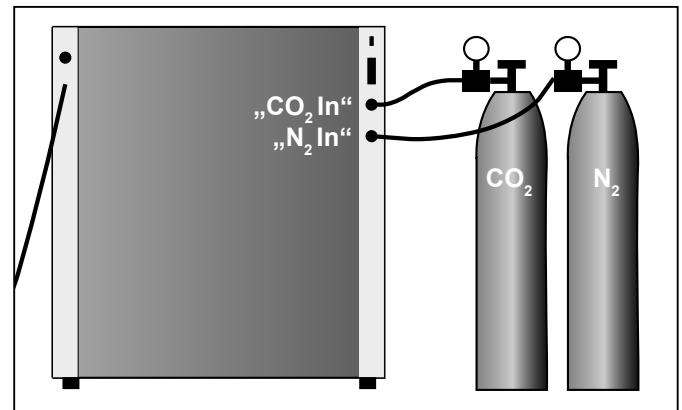

Fig. 12
- ▶ Fije el tubo flexible a presión de CO2 suministrado en la bomba de gas CO2 (reductor de presión) y en la toma «CO2 In» de la parte trasera del equipo con abrazaderas para tubos flexibles (Fig. 12, véase la página 14).